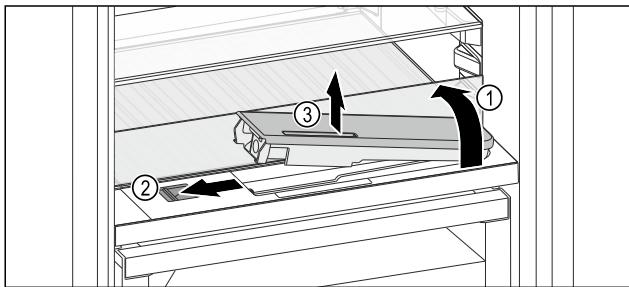

Fig. 165
- Glasplatte anheben und bis zum Anschlag nach hinten klappen Fig. 165 (1).
- Schieber Fig. 165 (2) nach links schieben.
- Wassertank entnehmen Fig. 165 (3).